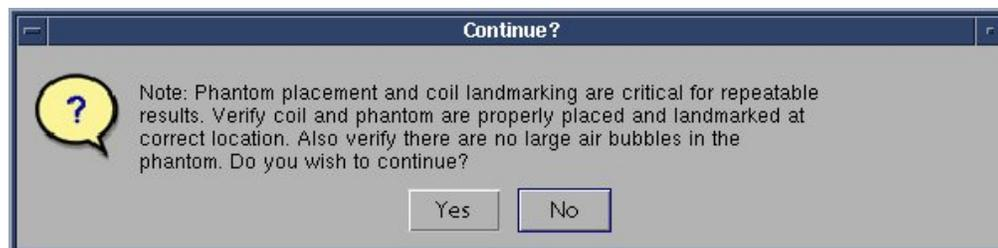

Abbildung 4
14. Beim Starten wird der Hinweis „Phantom placement and coil landmarking are critical for repeatable results“ (Phantomplatzierung und Spulmarkierung sind für reproduzierbare Ergebnisse wichtig) angezeigt. Wenn die Markierung richtig gesetzt wurde und sich keine Luftblasen im Phantom befinden, klicken Sie auf **[Yes]** (Ja), um fortzufahren. (Abbildung 4).